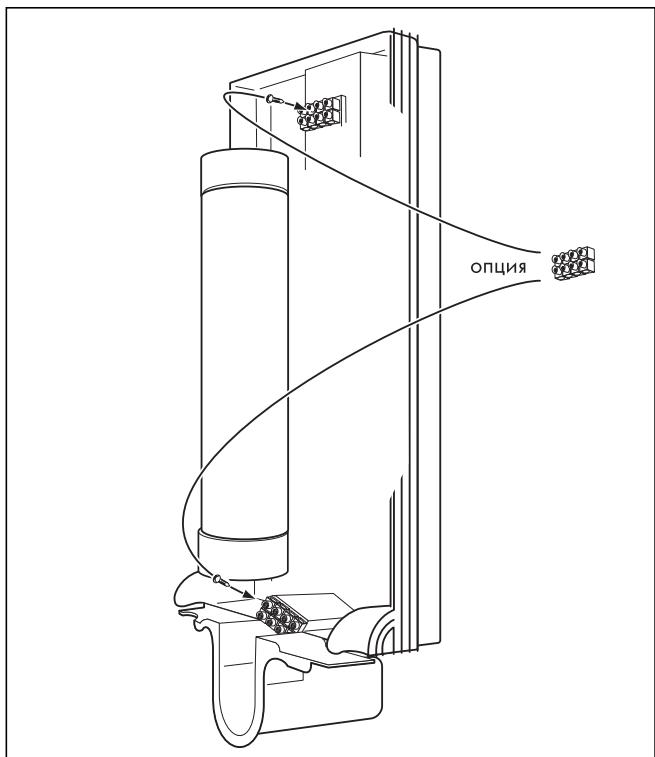

Рис. 5.9 Подключение к электросети снизу
- Отвинтите расположенный вверху в аппарате зажим присоединения к сети, а затем привинтите его в нижней части аппарата, см. рис. 5.9.